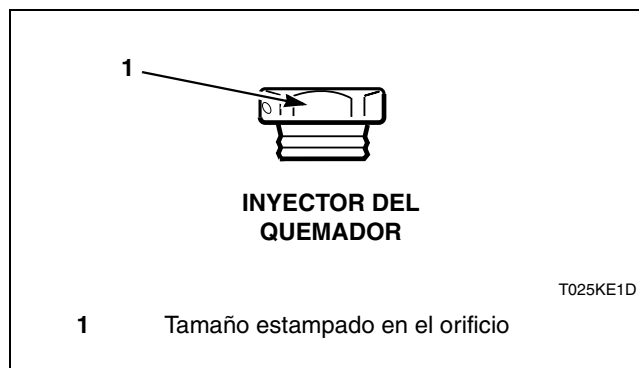

Figura 6
3. Instale los inyectores correctos nuevos (orificios). Consulte la *Figura 6*. Apriete cada uno a 9-10 Nm.